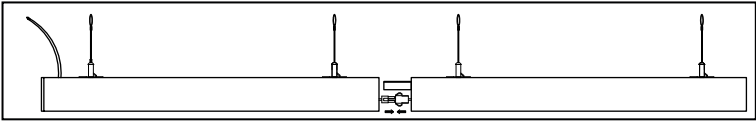

Рис. 2
- 5.12 Осветительные приборы оснащены сквозной проводкой для подключения в линию. Для подключения необходимо сначала соединить электрические разъёмы на первом (STW1) и втором и последующих (TW1) приборах между собой, а затем соединить сами осветительные приборы (рис. 2), отрегулировав линию по горизонтали.